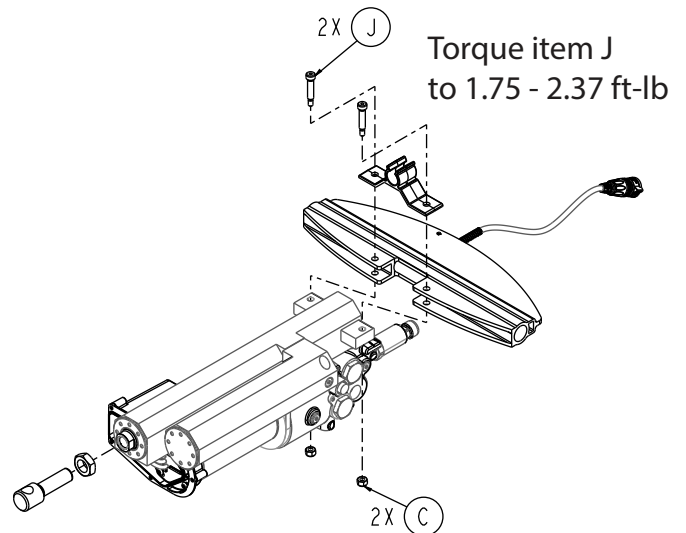

Figure 106 – Retirer les boulons et les écrous de l'ensemble actionneur
9. À l'aide d'une clé à 6 pans de 1/8 po et d'une clé mixte de 3/8 po, retirer les deux boulons à épaulement à tête creuse (J) et les écrous hexagonaux Fiberlock (C) qui fixent l'ensemble de vérin hydraulique à la traverse du cadre en X (Figure 106). Conserver les boulons et les écrous.